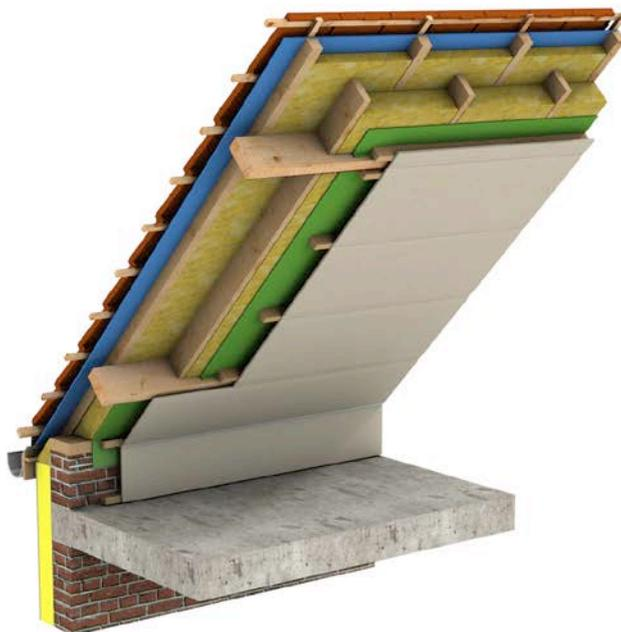

Fig. 1 Isolation entre et sous chevrons avec contre-chevonnage à l'aide d'isolants semi-rigides (vue 3D).
3. insérer la première couche d'isolant entre les chevrons (voir figures 1 et 2). Cette couche de même épaisseur que les chevrons doit être de préférence dépourvue de surfaçage pare-vapeur. L'isolant est placé contre l'écran de sous-toiture sans exercer de pression sur ce dernier